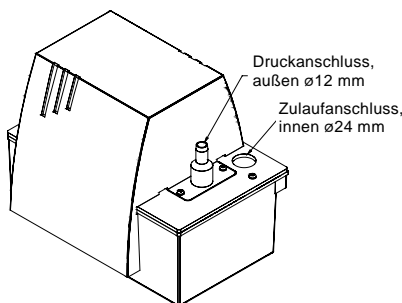

Abb. 7 Druckanschluss und Zulaufanschluss
- Der Zulaufschlauch ist ausreichend tief in die Zulauföffnung (Abb. 7) einzuführen, wobei es vorteilhaft ist, das Schlauchende leicht schräg abzuschneiden.
- Der Schlauch für die Druckleitung ist auf den Druckstutzen (Abb. 7) aufzuschieben (die Schlauchtülle nicht einfetten) und mit der mitgelieferten Schlauchklemme zu befestigen.